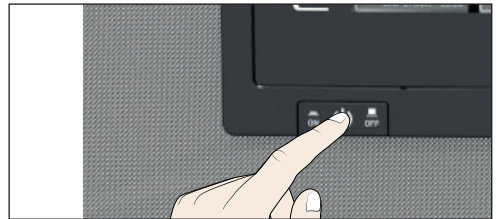

Abb. 22 Gerät ausschalten
4. Gerät am Hauptschalter ausschalten (Abb. 22).